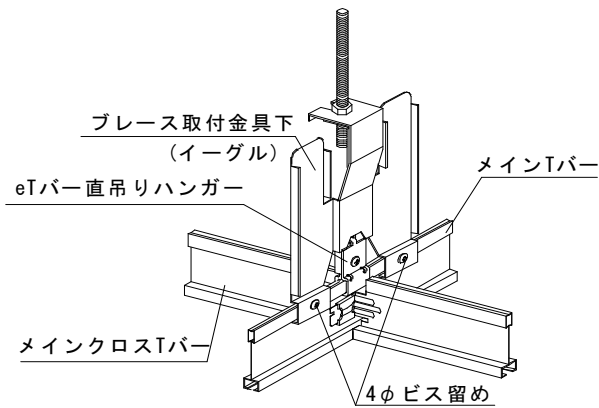
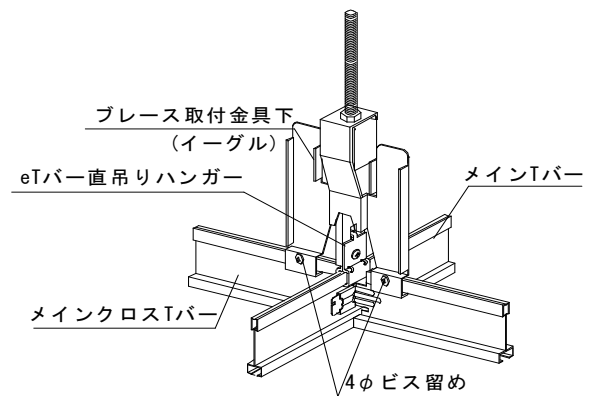

図2-18 メインTバー平行方向
図2-19 メインTバー直交方向
①ブレースの下部を設置する箇所をTバー直吊りハンガーに、ブレース取付金具下(イーグル)を取り付けます。(図2-18、図2-19参照)